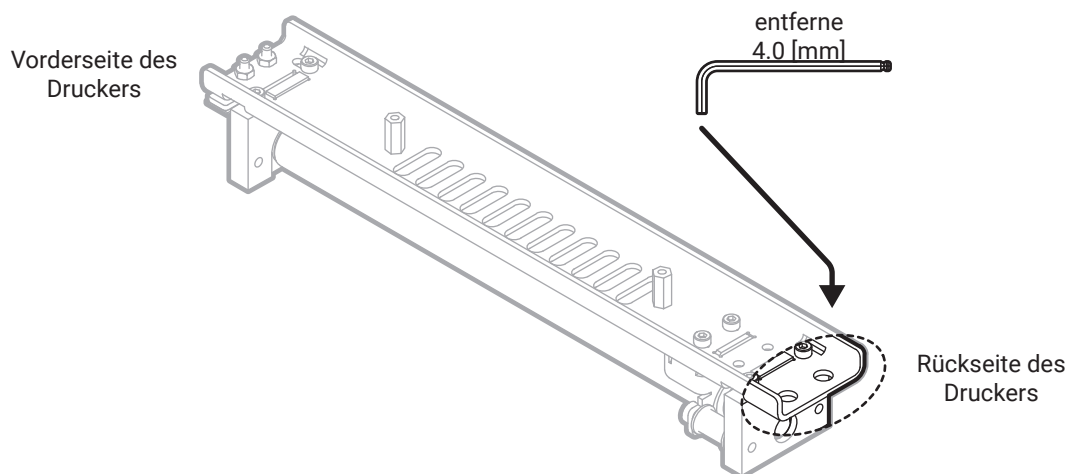

Abb. 4 Entfernen der Schrauben und des Recoaters.
11. Indem du den 4 mm Inbusschlüssel verwendest, entferne die zwei Schrauben, die den Recoater an die Linearführung halten (Abb. 4).